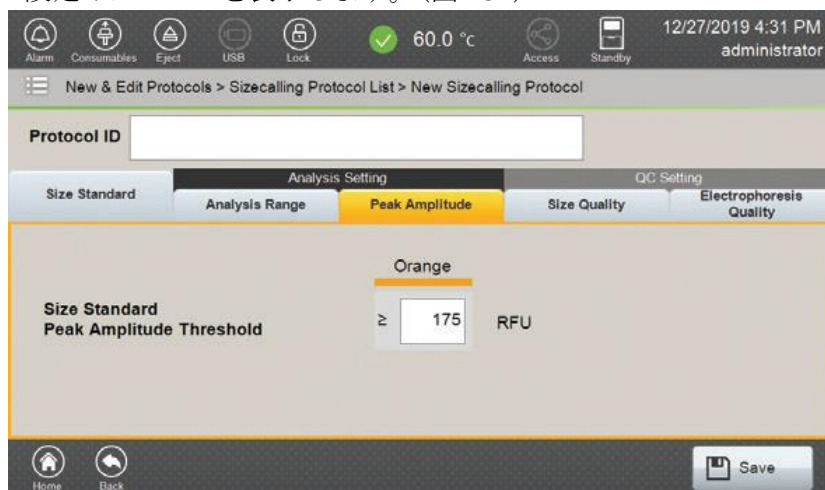

図 132 Peak Amplitude タブ
Peak Amplitude Threshold	<p>ピークのサイズを決めて呼び出すために、RFU の最小値を定義します。この閾値より低いピークはキャンセルされず、引き続き表示されます。（ソフトウェア上の範囲は 1 RFU から 30000RFU）（図 132）</p> <p>閾値は size standard に使用される dye channel に対して設定されなければなりません。Size standard のピークが Sizecalling のアルゴリズムで考慮されるために、そのピークは Sizecalling Protocol で設定された peak amplitude threshold を超えたものでなければなりません。1 つ以上のピークが peak amplitude threshold 以下の場合、そのサンプルの SQ と EQ の値が下がる可能性があります。閾値は、二次解析に用いられるものと同じになるように通常は設定されます。</p>
7. Peak Amplitude のタブを選択し、Size standard peak amplitude thresholds の設定オプションを表示します。(図 132)